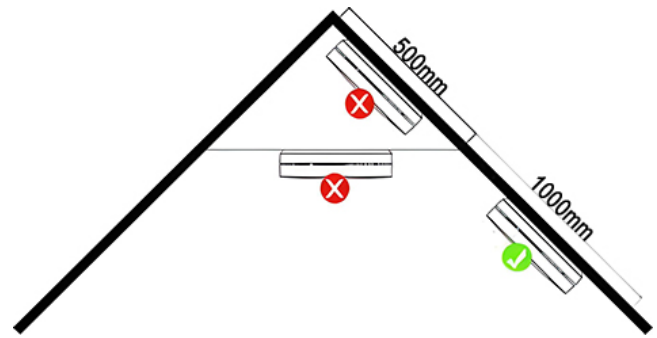

Abbildung 2
8. Falls die Wand oder Decke schräg ist, muss der Alarm min. 500mm vom höchsten Punkt entfernt im Raum installiert werden. (Abb. 2).